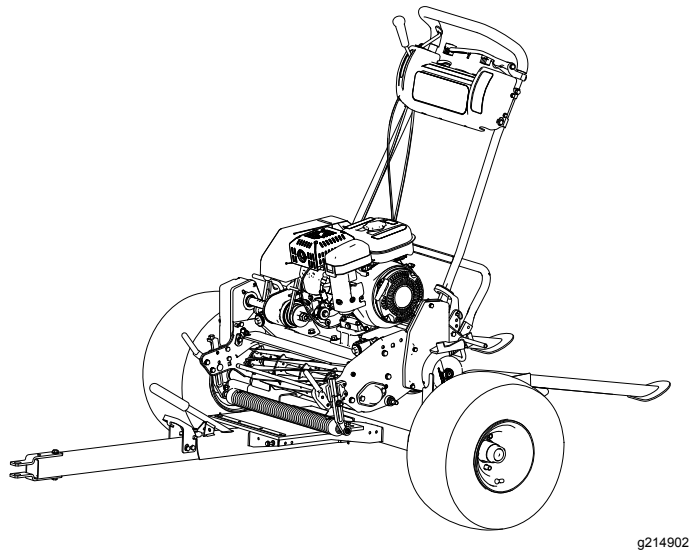

図 12
3. グリーンモアからバスケットを外し、リールドライブを解除し、スロットルを一番低い位置に設定する。ゆっくりと、グリーンモアをトレーラに上げ、ホイールをストップに当てる図 12。